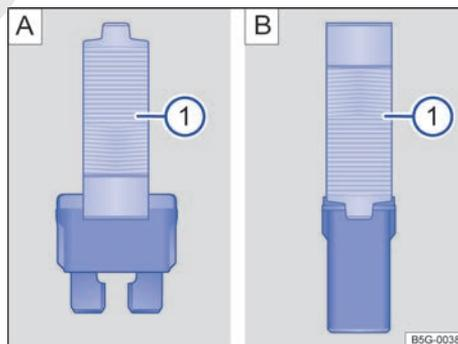

Fig. 183 Extraer o colocar el fusible con las pinzas de plástico: [A] Fusible enchufado plano. [B] Fusible tipo bloque. ▶
- Dado el caso, retire las pinzas de plástico → fig. 183 **1** situadas en la cubierta de la caja de fusibles correspondiente.
- En función del tipo de fusible, desplace las pinzas correspondientes → fig. 183 **A** **1** o → fig. 183 **B** **1** lateralmente sobre el fusible.